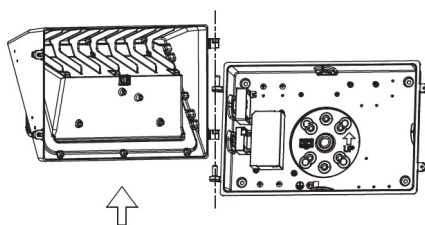

Fig. 2.2
2. Ouvrir le luminaire et retirer le couvercle avant. (Fig. 2.2)